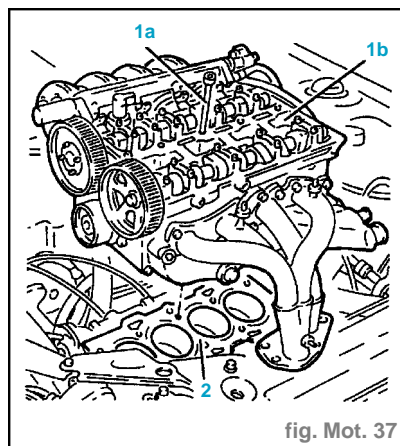

fig. Mot. 37
- Dévisser les vis (1a) et déposer la culasse (1b) (fig. Mot. 37).
- Déposer le joint de culasse (2).